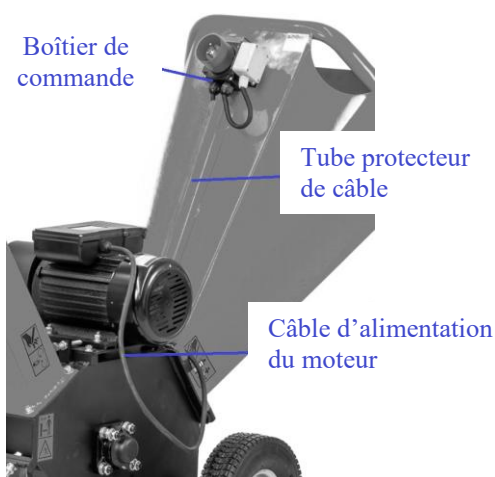

Fig. 4d
- Positionnez le câble d'alimentation du moteur de manière à ne pas gêner l'installation ni le fonctionnement. Consultez la figure 4d pour référence.